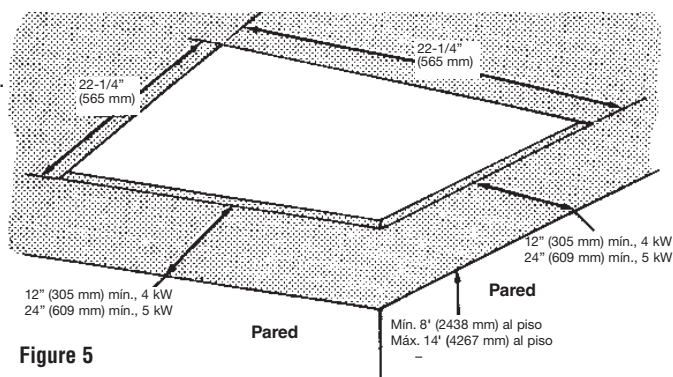

**Figura 4**
15. Coloque el calefactor en el armazón de perfiles 'T' (Figura 4) y asegúrelo como sea necesario. Vea la Advertencia n.º 9.